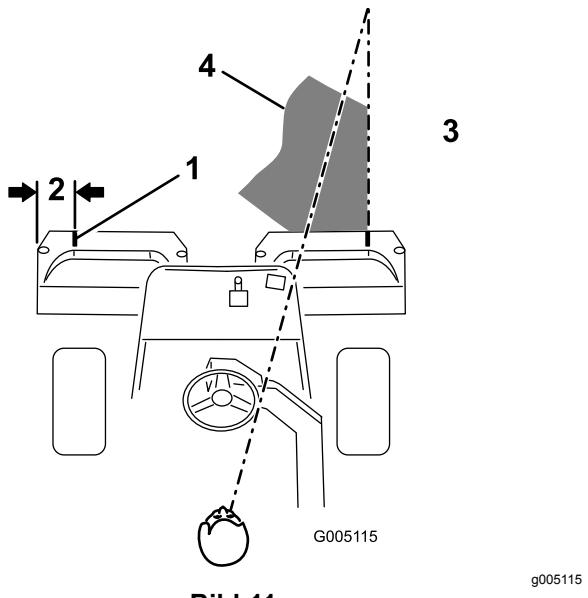

Bild 11
2. Bringen Sie einen Streifen weißen Isolierbands an jedem Korb an, oder zeichnen Sie eine Linie. Das Isolierband bzw. die Linie sollte parallel mit der äußeren Kante jedes Korbs verlaufen (Bild 11).